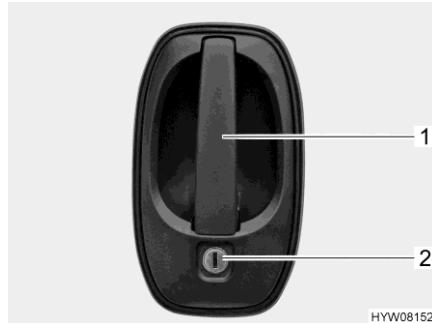

Fig. 43 Serratura della porta (porta conducente/porta di ingresso, lato esterno)
- Apertura:* ■ Inserire la chiave nel cilindro della serratura (Fig. 43,2) e ruotare fino a quando la serratura della porta si sblocca.
■ Tirare la maniglia della porta (Fig. 43,1). La porta è aperta.
- Bloccaggio:* ■ Inserire la chiave nel cilindro della serratura (Fig. 43,2) e ruotare fino a quando la serratura della porta si blocca.